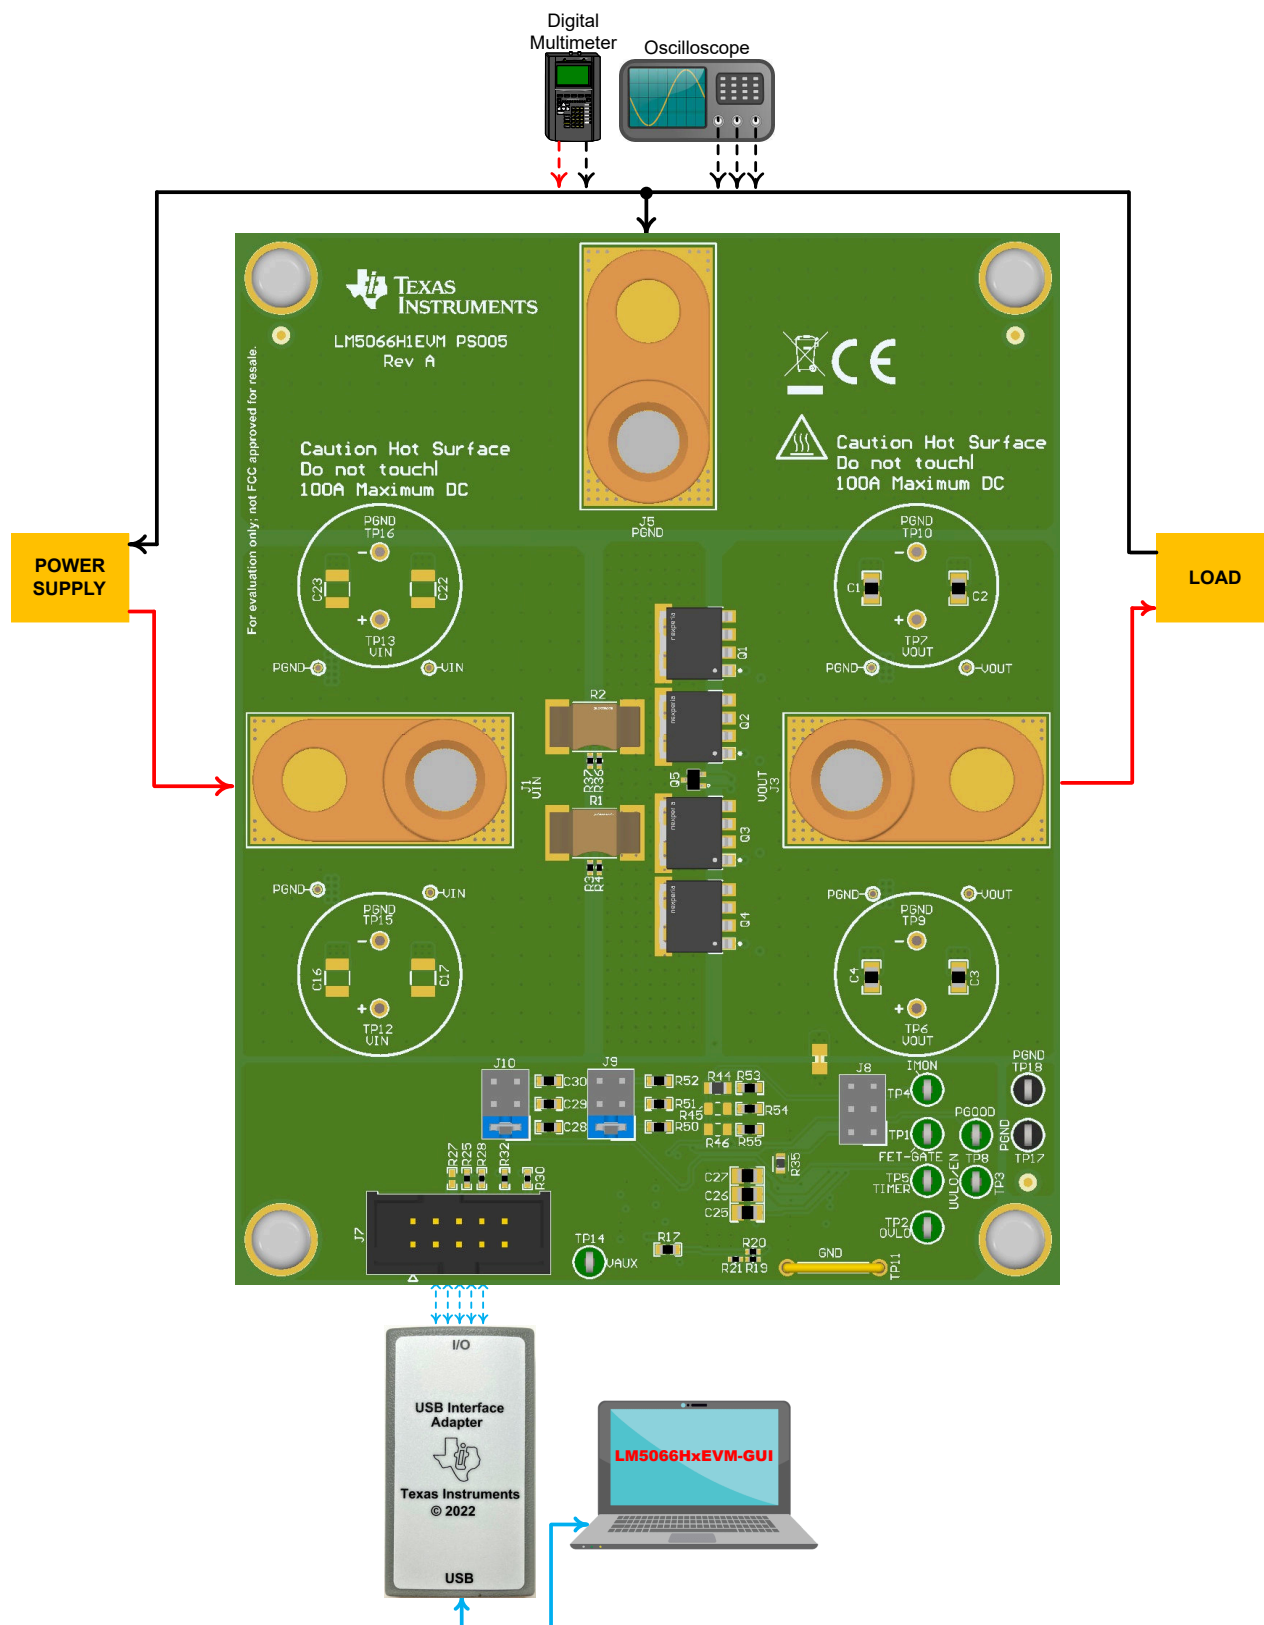

図 3-1. LM5066H1EVM、テスト装置を使用したセットアップ
LM5066H1EVM を使用すると、LM5066Hx ファミリのホットスワップコントローラである LM5066H1 を評価するほか、4 個の (4) PSMN2R3-100SSE MOSFET を並列接続して駆動します。入力電力はコネクタ J1 と J5 に印加され、J3 と J5 は EVM への出力接続を提供します。の回路図との EVM テスト構成を参照し 図 4-1 図 3-1 てください。TVS ダイオード D1 と D2 は、過渡的な過電圧から入力回路を保護する役割を果たします。ショットキーダイオード D3 と D4 は、LM5066H1 ホットスワップコントローラの OUT ピンにおける負電圧の変動を最小絶対定格値以内にクランプすることで、出力を保護します。